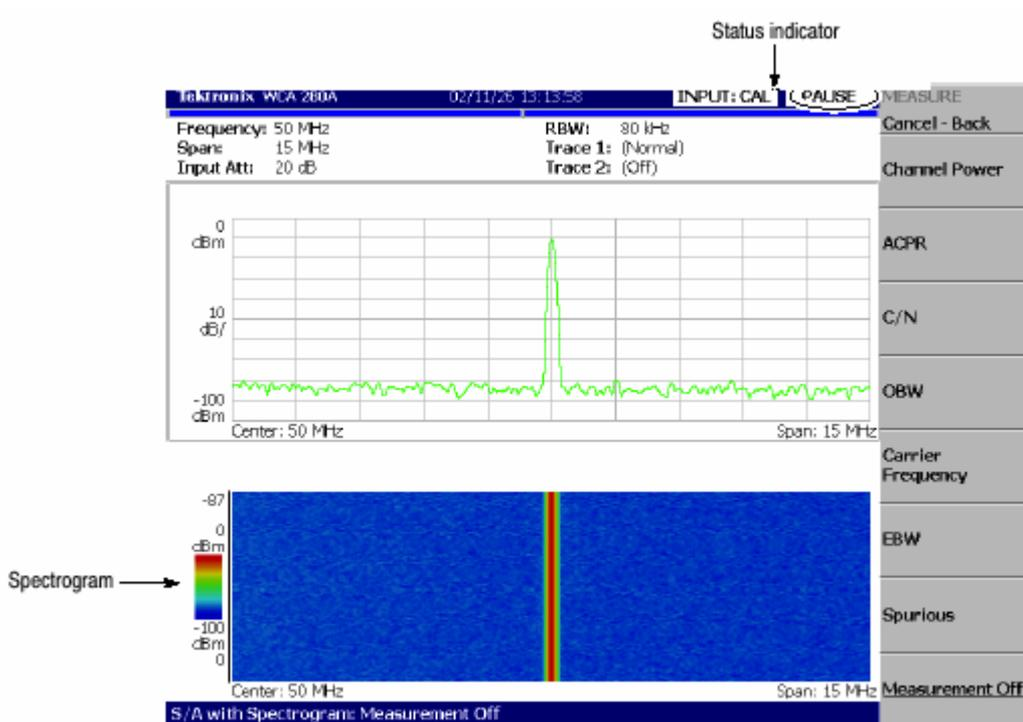

图 1-16 光谱图显示
- b. 按压 S/Awith Spectrogram 侧面键。(检查屏幕下边有无光谱图显示。(见图 1-16)。